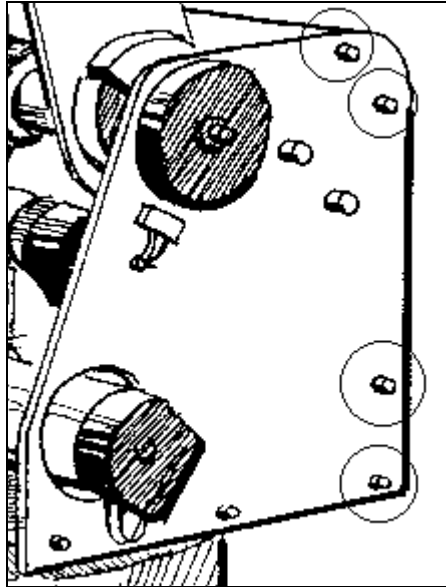

Figura 19: Tornillos de la cubierta del hombro
1. Consulte la Figura 19. Para quitar la cubierta de hombro: